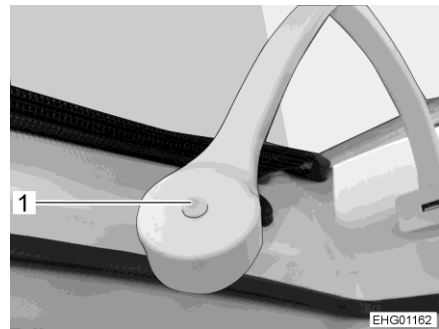

Bild 40 Ljusbrytare
- Tryck på ljusbrytaren (Bild 40,1) på lamphuvudets baksida.